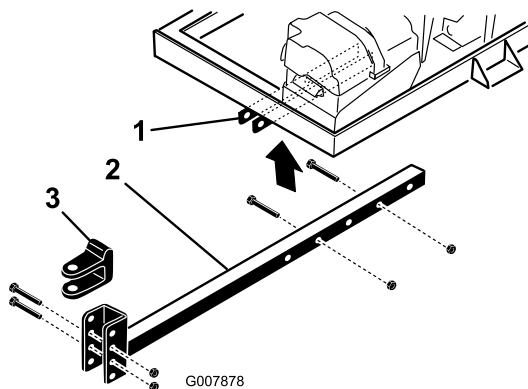

Figura 4
2. Introduza o tubo de engate nos suportes da estrutura (Figura 4). Fixe o tubo à estrutura com 2 parafusos ($\frac{3}{8}$ x 3 pol.) e porcas flangeadas ($\frac{3}{8}$ pol.) e aperte com 40 N·m.
- Retire os parafusos e as porcas de bloqueio que fixam a forquilha de engate (Figura 4) ao tubo de engate.
- Retire os parafusos e as porcas que fixam o tubo de engate aos suportes da estrutura (Figura 4).